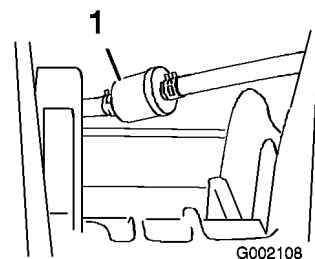

Figura 37
- Rimuovete i dispositivi di fermo che fissano il filtro del carburante ai tubi (Figura 37).